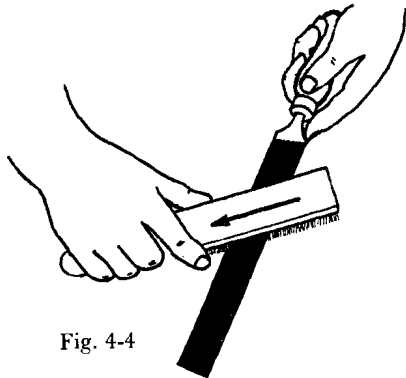

Fig. 4-4
1.5. Limpieza de la lima.—Eliminar las virutas incrustadas en el picado de la lima limpiándola con una carda (fig. 4.4).